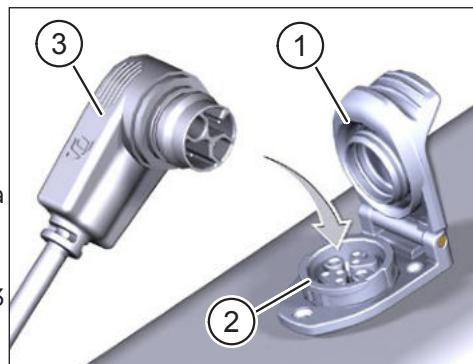

Fig. 1: Caricare la Battery
- ▶ Aprire il coperchio (punto 1 in Fig. 1) della presa delle ricarica (punto 2 in Fig. 1) nel telaio della bicicletta.
- ▶ Regolare la spina di ricarica (punto 3 in Fig. 1) del caricabatterie o del Range Extender in modo che i codici della spina di ricarica e della porta di ricarica corrispondano (vedi Fig. 1).
- ▶ Inserire la spina di ricarica (punto 3 in Fig. 1) del caricabatterie o del Range Extender nella porta di ricarica.